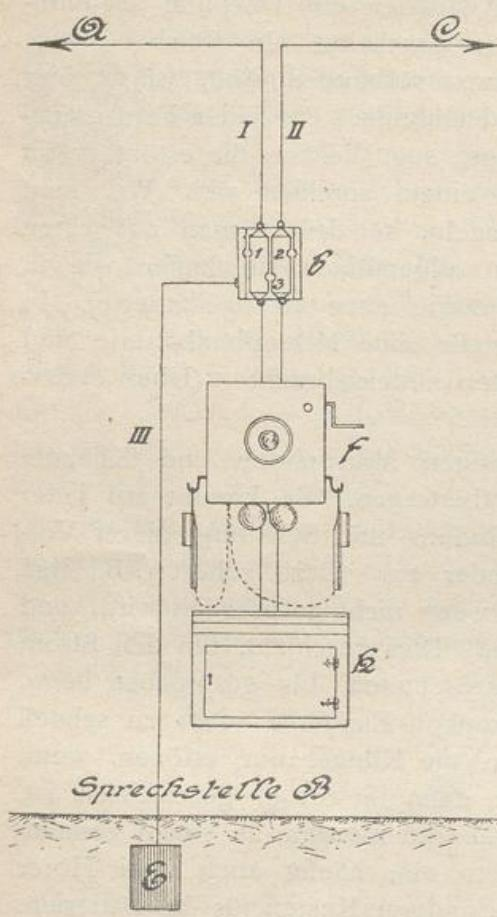

Abb. 699.
Die Wirkungen der beiderseitigen Mikrophone und Klingeln werden durch dieselbe Fernleitung übertragen. Es kommt auf jeder Sprechstelle allerdings auf die Verbindung und Schaltung dieser Vorrichtungen (im Gehäuse) gegeneinander an. Dazu gehört z. B., daß der Hörer immer angehängt bleibt, wenn nicht gesprochen wird, und zwar so lange, bis die Klingel ertönt. Dies geschieht, um den Strom der Mikrophonbatterie so lange auszuschalten, bis gesprochen bzw. gehört werden soll, damit die Mikrophon-Elemente nicht zu schnell abgenutzt werden. Anderseits kann die Klingel nur ertönen, wenn der Hörer angehängt ist, weil nur dann ihr Strom geschlossen ist. Fernsprecher (Mikrophon) und Klingel sind meistens in einem gemeinsamen Gehäuse vereinigt, an welchem ein, häufig auch zwei Hörer angehängt sind; darunter ist ein besonderer Kasten für die Batterien. An Stelle der vorerwähnten Batterieklingel mit Knopf wird jetzt meistens eine andere Klingeleinrichtung gebraucht, nämlich eine Kurbel, die aus dem Fernsprechgehäuse herausragt und zu einer magnetischen Maschine gehört (Magnetinduktor), welche den Strom zum Klingeln (ohne Batterie) erzeugt, wenn man die Kurbel dreht. Meistens sind für die Klingel zwei Glocken nebeneinander angebracht, zwischen denen der Klöppel spielt. Sollen bei dieser Einrichtung bestimmte Rufzeichen mit der Klingel gegeben werden (vergl. unten den Fußvermerk¹⁾), so ist ein Knopf an dem Gehäuse angebracht, auf welchen in gewisser Folge kurz oder länger gedrückt wird, während man die Kurbel dreht (der Knopf unterbricht nach Bedarf den Strom). In Abb. 699 ist die vollständige Einrichtung einer Sprechstelle (B),